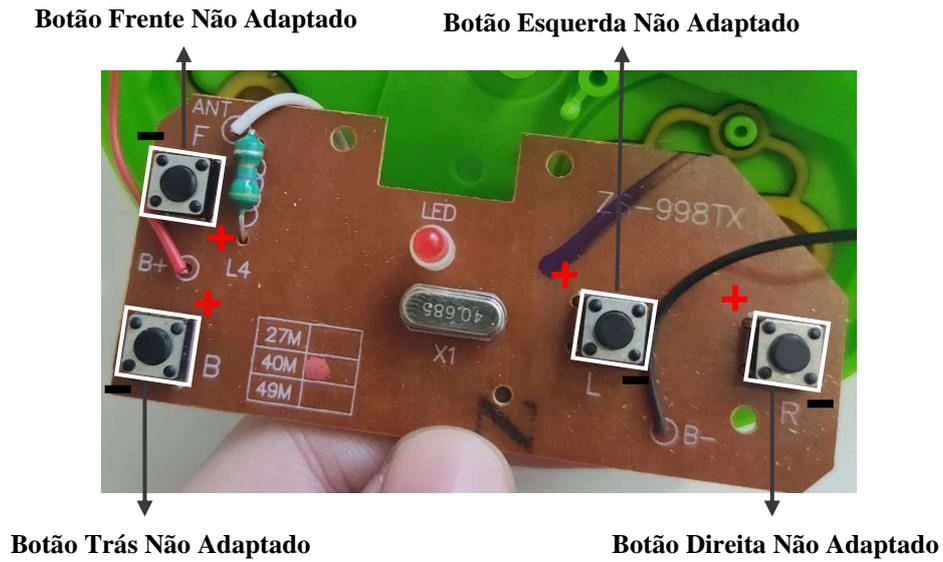

Figura 6 – Botões não adaptados
- Na figura 6, observamos os botões não adaptados e a polaridade da tensão aos terminais de cada botão.